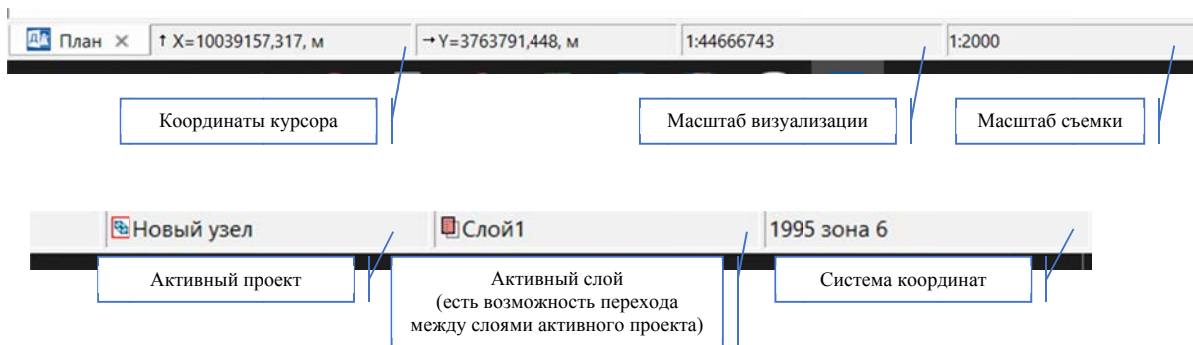

Рис. 7.7. Строка состояния
5. В **строке состояния** отслеживаются данные по позиционированию выбранной области (рис. 7.7), а также информация о расположении (активный проект и слой) подгружаемых геоинформационных данных.